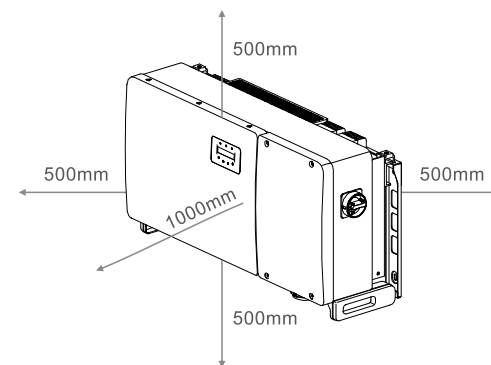

Figure 3.1 Distances requises entre les onduleurs
- Si plusieurs onduleurs sont installés sur le site, un espace minimum de 500 mm doit être maintenu entre chaque onduleur et tout autre équipement monté. Le bas de l'onduleur doit être placé à au moins 500 mm au-dessus du sol ou du plancher (voir figure 3.1).